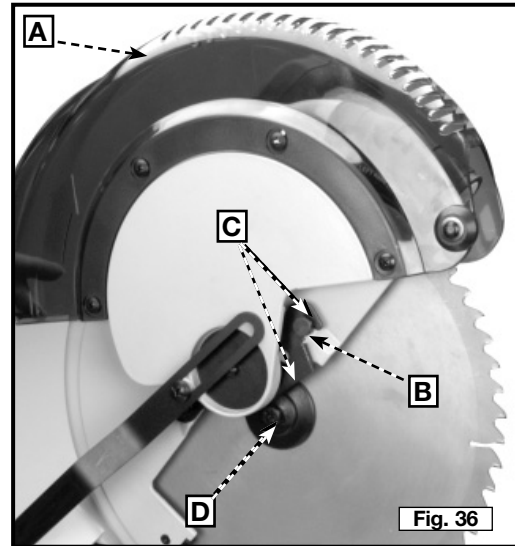

Fig. 36
2. Levante el brazo hasta la posición superior y levante la guarda inferior (A), Fig. 36, todo lo que sea posible.